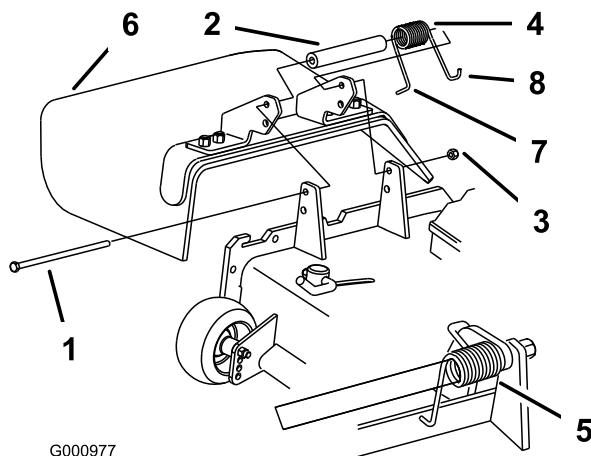

Bild 2
1. Legen Sie das Distanzstück und die Feder zwischen die Halterungen des Ablenkbleches (Bild 2). Setzen Sie das linke J-Hakenende der Feder hinter die Kante des Mähwerks.
**Hinweis:** Stellen Sie sicher, dass sich das linke J-Hakenende der Feder hinter der Mähwerkskante befindet, bevor Sie die Schraube einführen, siehe Bild 2.
2. Setzen Sie die Schraube und Mutter ein. Führen Sie das rechte J-Hakenende der Feder um das Ablenkblech (Bild 2).